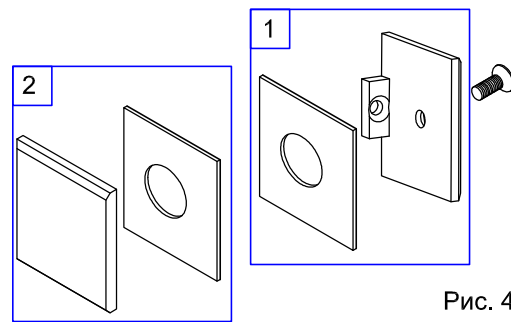
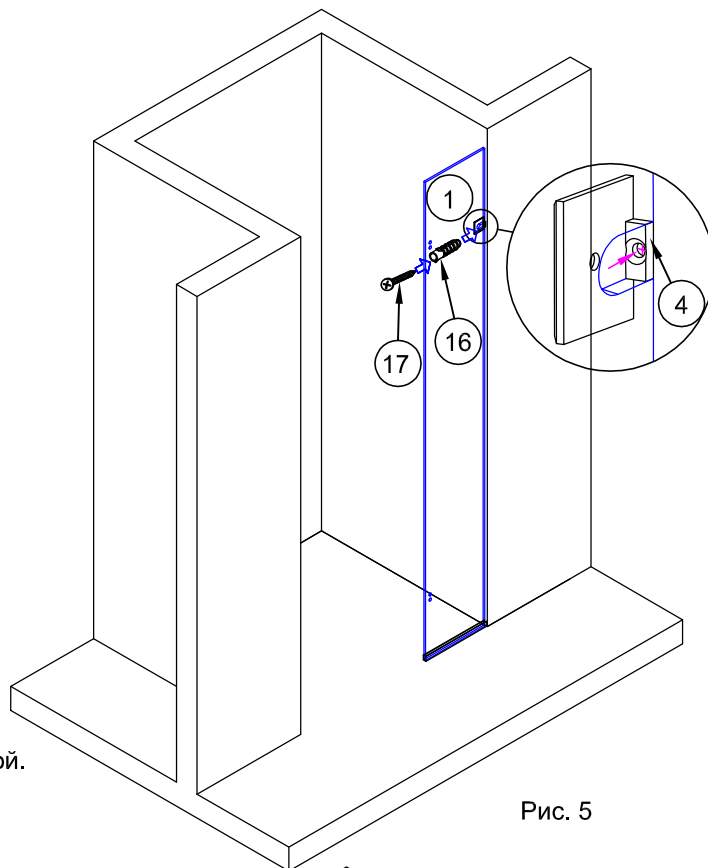

Рис. 4
Рис. 5
2.2. С внутренней стороны стекла в вырез установить комплект 1 держателя (рис.4). Отметить на стене место отверстия для крепления держателя №4 (рис.5).
Вставить в отверстия дюбель №16. При необходимости использовать молоток. (рис. 5)
2.8. Установить комплект 2 держателя (рис.4) с внешней стороны стекла и стянуть пакет 1, стекло и пакет 2 винтом.